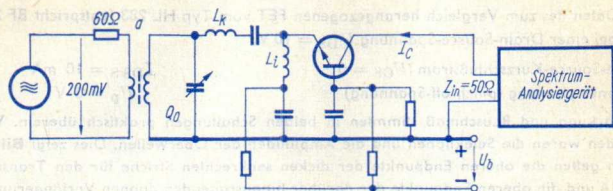
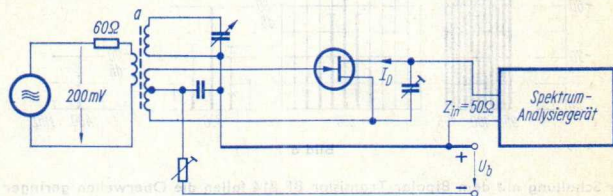

Bild 4
Bild 5
**Bild 4** veranschaulicht die Eingangsschaltung mit dem Transistor BF 314. Der Signalgenerator ist an den Resonanzwiderstand des abstimmbaren Eingangskreises angepaßt.
Für den Vergleich mit dem Transistor BF 314 in der Schaltung nach Bild 4 wurde der FET in einer symmetrischen neutralisierten Zwischenbasisschaltung mit einem Quellwiderstand von  $600 \Omega$  betrieben (Bild 5).